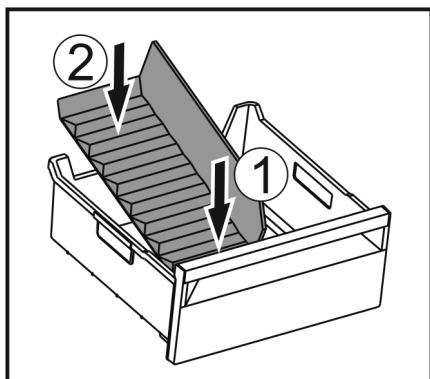

Fig. 115
- ▶ Włożyć przednią część separatora do szuflady na lód. Fig. 115 (1)
- ▶ Tylną część separatora do szuflady na lód opuścić na dno szuflady. Fig. 115 (2)